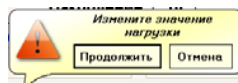

Рисунок 2.23
8) Если в измерительной схеме в качестве нагрузки используется не Магазин нагрузок CA5018, а другой магазин, то на экране появится сообщение, рекомендуемое изменить значение мощности нагрузки (рисунок 2.23). Следует изменить значение нагрузки и затем щелкнуть по кнопке **Продолжить**.